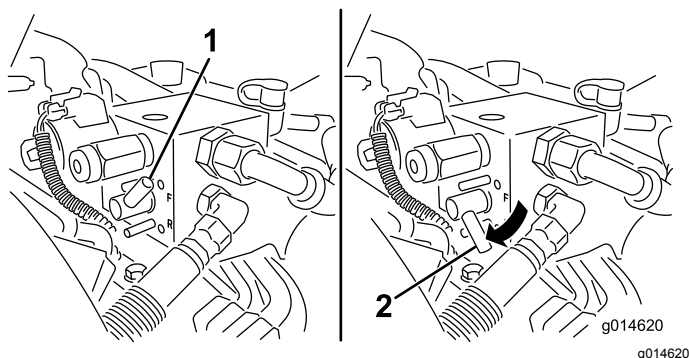

Bild 50
5. Drehen Sie den Läpphebel auf RÜCKWÄRTS (R) (**Bild 50**).